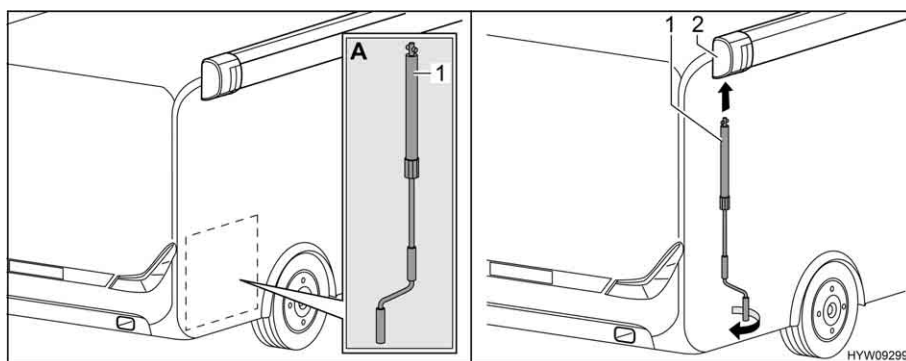

Fig. 36 Applicazione manovella
- Prelevare la manovella (Fig. 36,1) dal garage di coda (Fig. 36,A).
- Inserire la manovella nel supporto a baionetta (Fig. 36,2) della tenda.